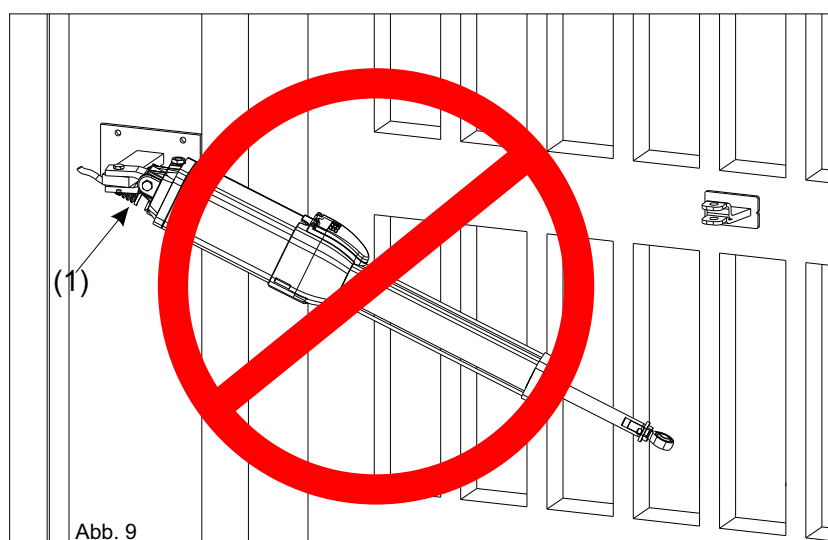

Abb. 9
-Die Schwinggabel wie in Abb. 9 befestigen.